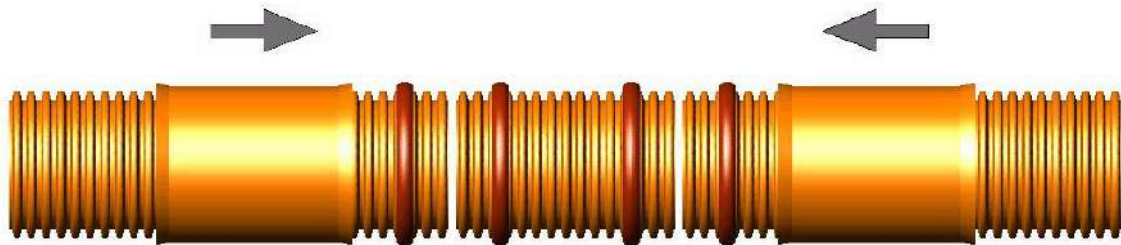

Figura 57 / **Figure 57**
- Encajar el tubo de reposición en los extremos de los tubos Kanasan (Figura 57).
- *On each end of the pipes to be spliced and on the replacement pipe section, place the sealing ring following the jointing procedure in item 5.4.1.*